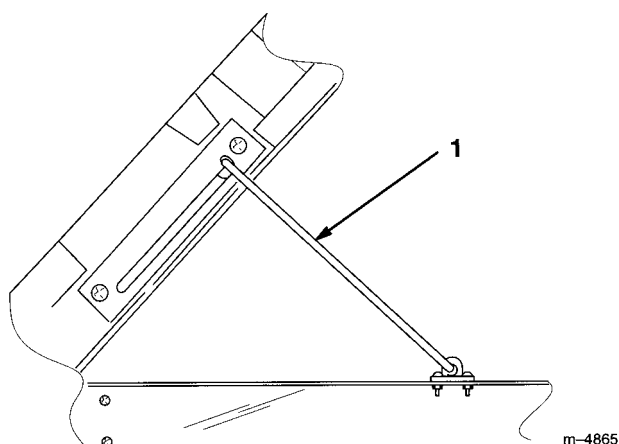

図 20
3. 荷台を一番高い位置からわずかに降ろすとプロップロッドが固定される（図20）。